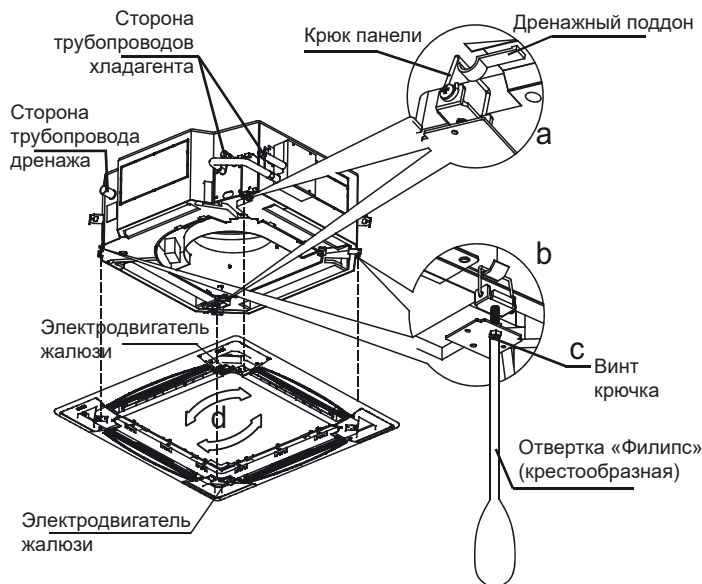

Рисунок 3.15
- (1) Совместите участки «СТОРОНЫ ТРУБОПРОВОДА» и «СТОРОНЫ ДРЕНАЖА», отмаркированные на панели, с соответствующими соединениями труб хладагента и дренажа воды на корпусе блока.
- (2) В период монтажа сначала подвесьте панель со стороны электродвигателя жалюзи и крючок с обратной стороны панели корпуса блока к соответствующему крючку дренажного поддона (см. рисунок 3.15, а). Затем подвесьте два оставшихся крючка соответствующих монтажных кронштейнов корпуса внутреннего блока (см. рисунок 3.15, b).
- (3) Вставьте направляющий трос электродвигателя жалюзи в отверстие в панели, и подсоедините концы питания электродвигателя жалюзи и дисплея панели к соответствующим разъемам на корпусе блока. Не забудьте установить на разъемы защитные трубки и используйте надежные приспособления для крепления и усиления изоляции соединений.
- (4) Отрегулируйте винты на креплениях панели (см. рисунок 3.15, с), придав ей горизонтальное положение, и поднимите панель к подвесному потолку.
- (5) Осторожно подвиньте панель в направлении «d» (см. рисунок 3.15, d), так чтобы центр панели совместился с центром отверстия в потолке. Убедитесь, что крючки во всех четырех углах закреплены по месту.